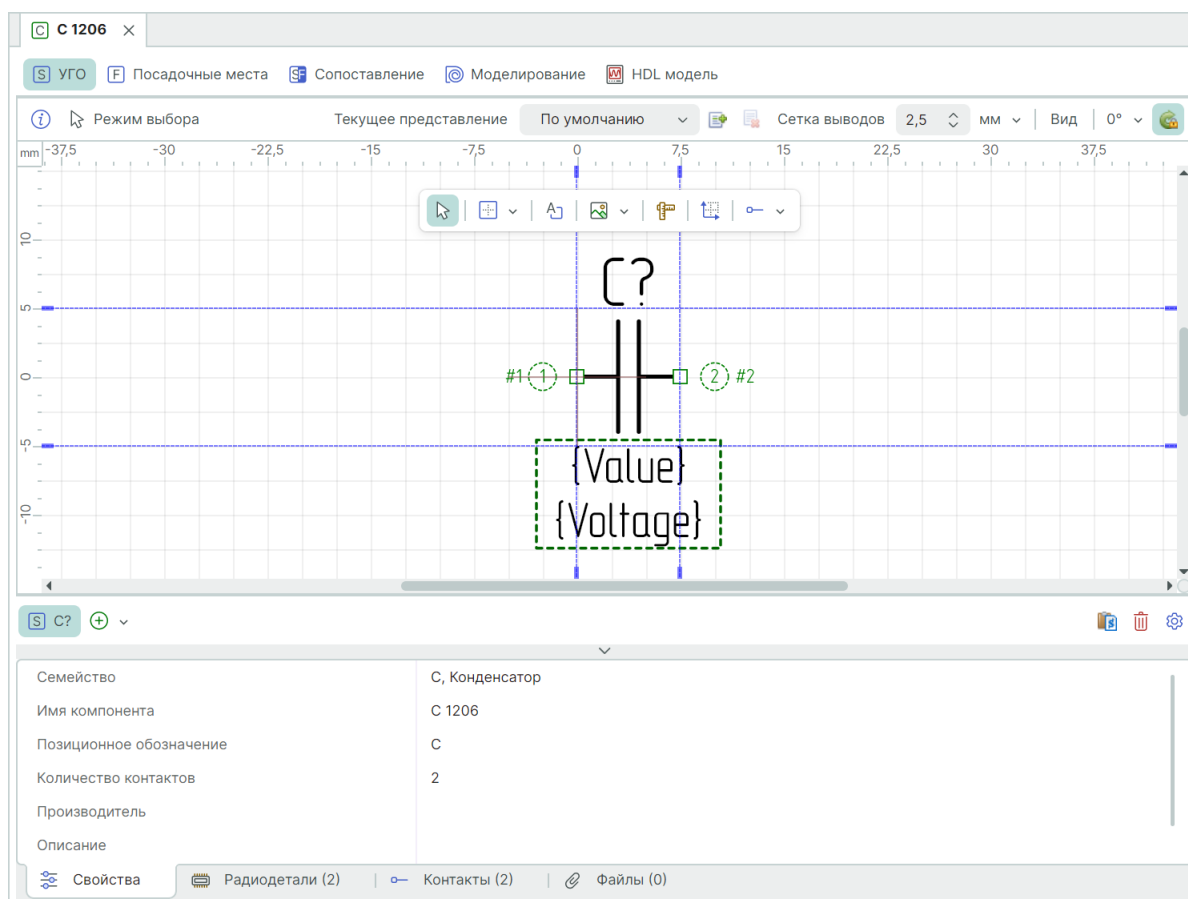

Рис. 10 Редактор компонента
1. Откройте редактор компонента, см. Рис. 10.